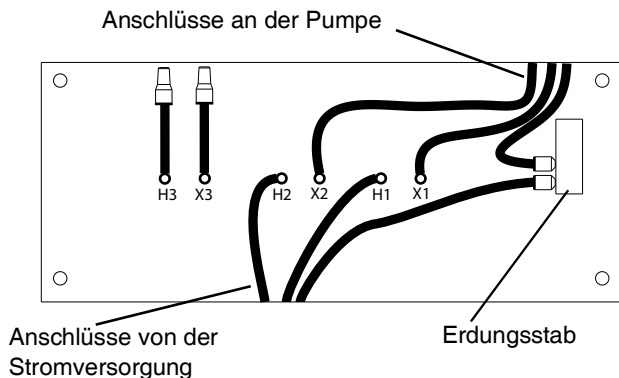

ABB. 9: Transformator-Drahtanschlüsse
- Siehe **Abb. 9** auf Seite 12 und schließen Sie die Drähte des Netzkabels an den Drähten mit der Kennzeichnung H1 und H2 im Transformator an.
- Den Erdungsdraht des Netzkabels an der Erdungsschiene im Transformator anschließen, wie in **Abb. 9** auf Seite 12.
HINWEIS: Die anderen in **Abb. 9** gezeigten Drähte (H3, X3) werden werksseitig angeschlossen und müssen nicht für den Anschluss des Transformators an der Pumpe verwendet werden.